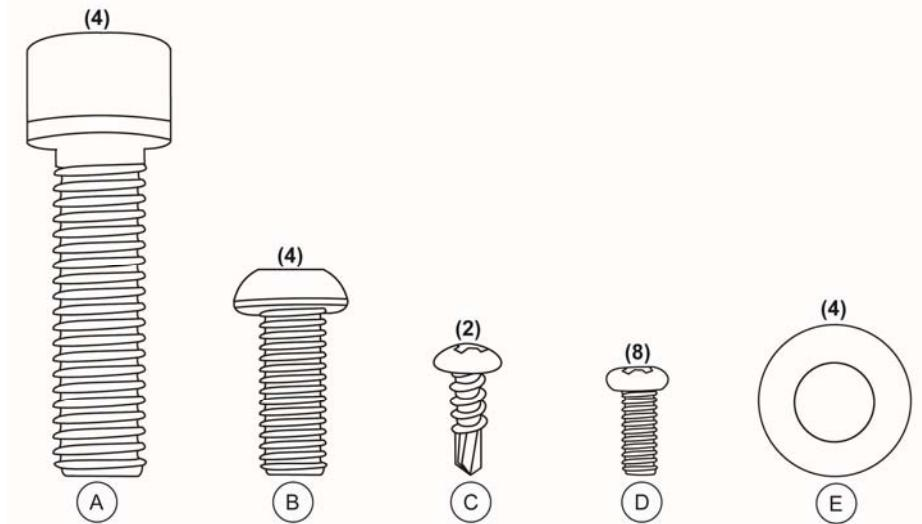

Figura 1
- (2) Cubiertas para el soporte de la pantalla (frontal y trasera)
- Herramientas para ensamblaje (ver la figura 1 en la página 9)